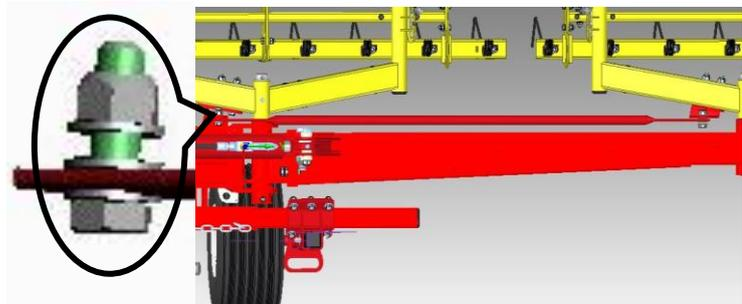

Figure 10
- Monter une tringlerie de repliage entre le cadre central et la première fourche de compartiment de herse à l'aide des vis M14x45, d'écrous M14 et de 3 rondelles M14. Serrer les vis de manière à ce que la rampe reste mobile (Figure 10).